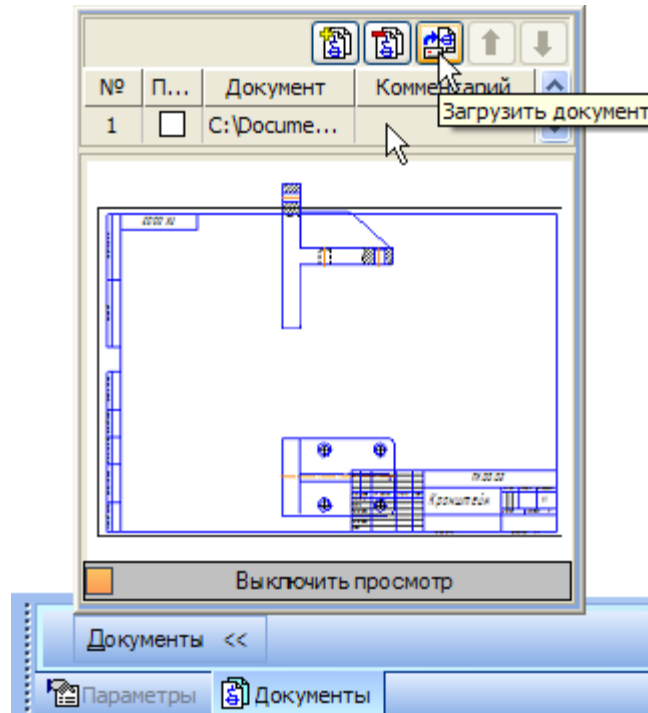

Рисунок 6
- Нажмите кнопку Загрузить документ  — чертеж будет открыт в отдельном окне (рис. 6).